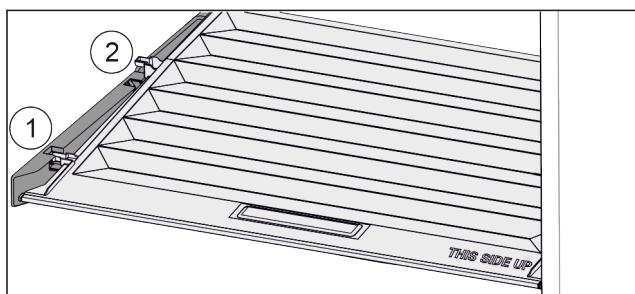

Fig. 157
- ▶ Tõmmake kaant kuni avanemiseni hoidedetailides ettepoole Fig. 157 (1).
- ▶ Tõstke tagant altpoolt üles ja võtke ülespoole ära Fig. 157 (2).